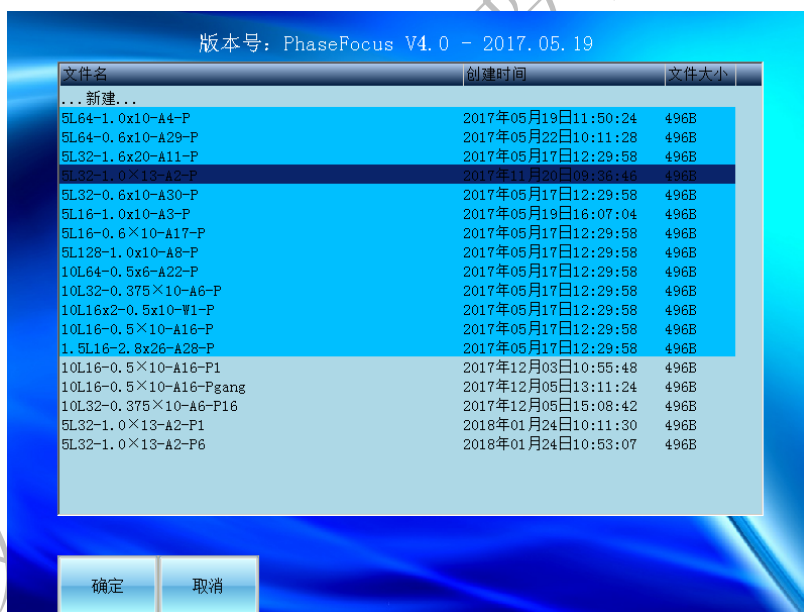

图 10.4
10.1.2 “探头”栏设置：点击“探头选择”栏，进入探头库中选择已经校准探头编号，按“确认”键应用，如图 10.4；